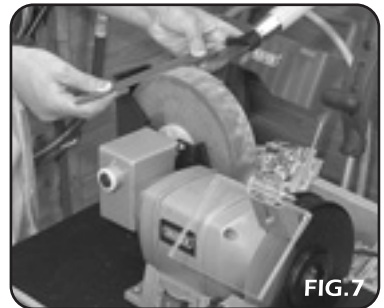

FIG.7
- **GRINDING / HONING (Fig.7):**